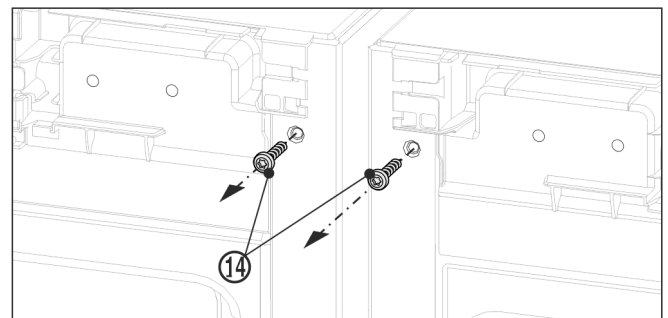

Fig. 11
- ▶ Vor der Montage des oberen Winkels beide Erdungsschrauben *Fig. 11 (14)* herausdrehen.